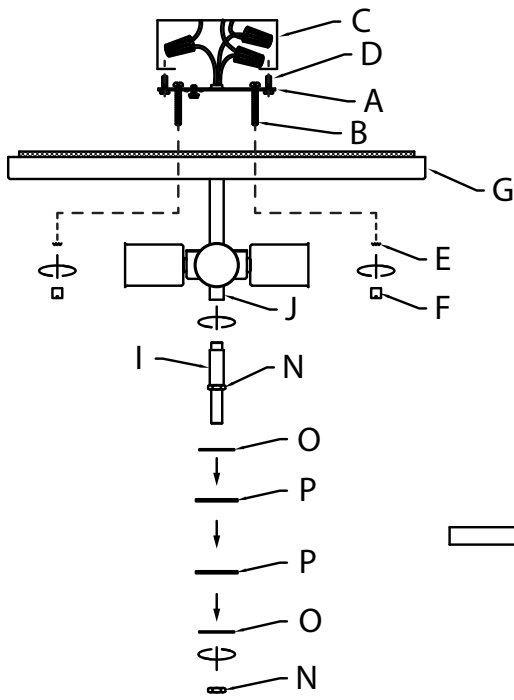

Fig. 1
- Desenrosque y retire una tuerca hexagonal [N], y retire todas las arandelas de acero [O] y todas las arandelas de goma [P] de las roscas del tubo central [I] (Fig. 1).